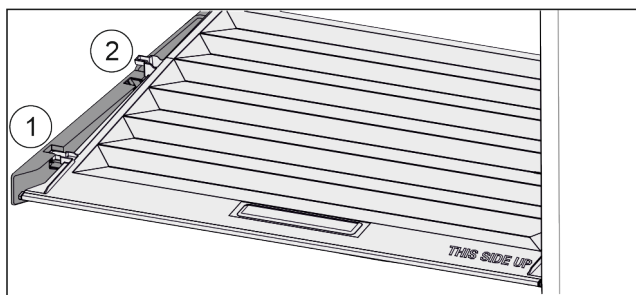

Fig. 25
- ▶ Tirare in avanti il coperchio fino all'apertura nei fermi Fig. 25 (1).
- ▶ Sollevare posteriormente dal basso e togliere verso l'alto Fig. 25 (2).